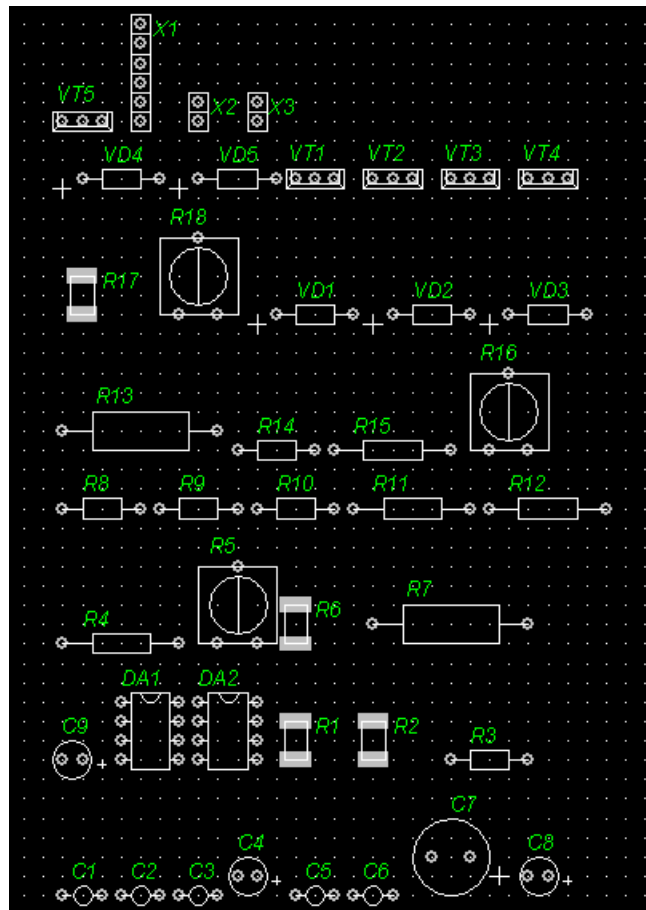

Рис. 5 Элементы без связей
- 4.4 Установите флажок на сером фоне для всех цепей. При этом все связи должны стать невидимыми (рис. 5).